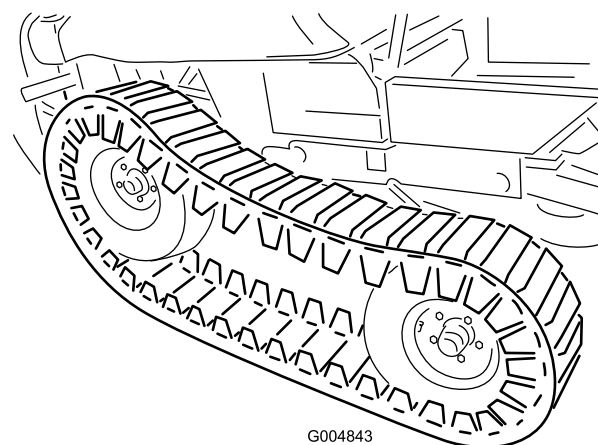

図 120
48. 誰かに手伝ってもらって、クローラの前部を持ち上げておいて注意深く前タイヤを取り付ける 図 120。